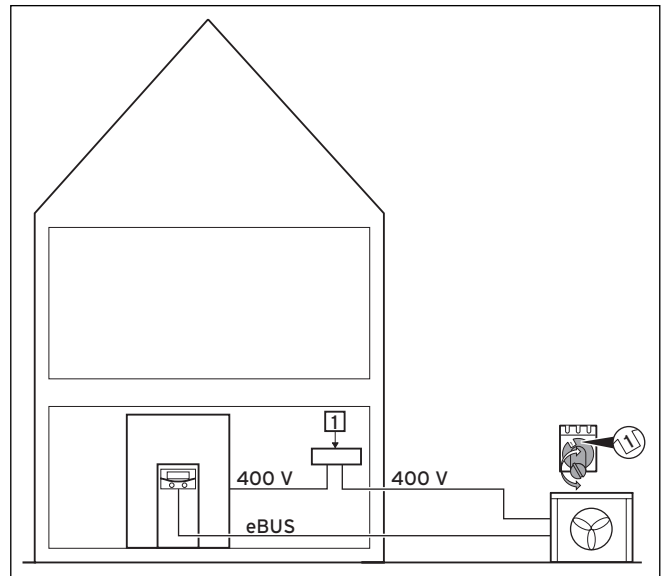

Abb. 7.3 Elektrische Verdrahtung einer Außeneinheit
- Verbinden Sie den eBUS-Anschluss (**10**) mit dem eBUS-Anschluss der Inneneinheit. Verwenden Sie eine für Erdverlegung geeignete Erdleitung mit mindestens 2 x 1,5 mm² Querschnitt (→ **Abb. 7.3**).
Legende zu Abb. 7.3